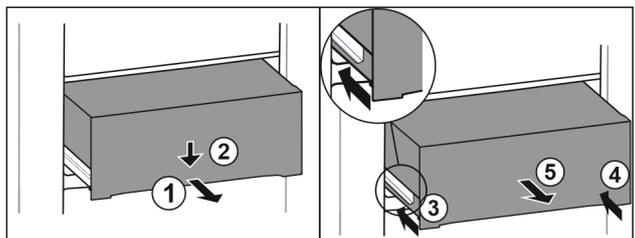

Fig. 133
- ▶ Extrageți pe jumătate sertarul. Fig. 133 (1)
- ▶ Apăsați în jos sertarul pe partea frontală. Fig. 133 (2)
- ▶ Inserați șina stângă aproximativ 2 cm. Fig. 133 (3)
- ▶ Inserați șina dreaptă aproximativ 2 cm. Fig. 133 (4)
- ▶ Extrageți sertarul spre înainte. Fig. 133 (5)